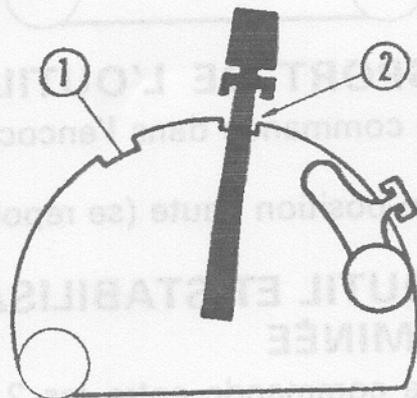

Fig. 47
Pour relever l'outil, amener la manette de commande dans l'encoche (2) du secteur (fig. 47).